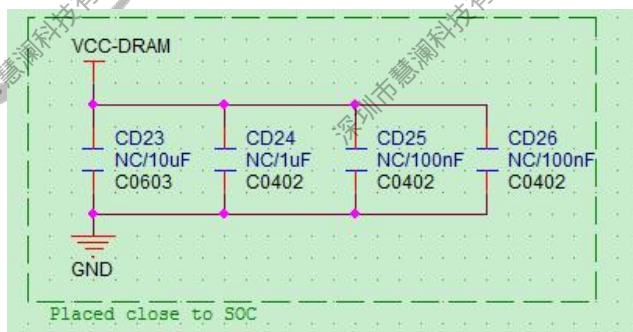

图 2-9 R818 DRAM 滤波电容
- DRAM 所有的滤波电容不能删减，预留的滤波电容建议在开发阶段预留调试，但可以不贴片，待开发测试验证稳定之后，量产可以根据实际情况酌情删除，如图 2-9。